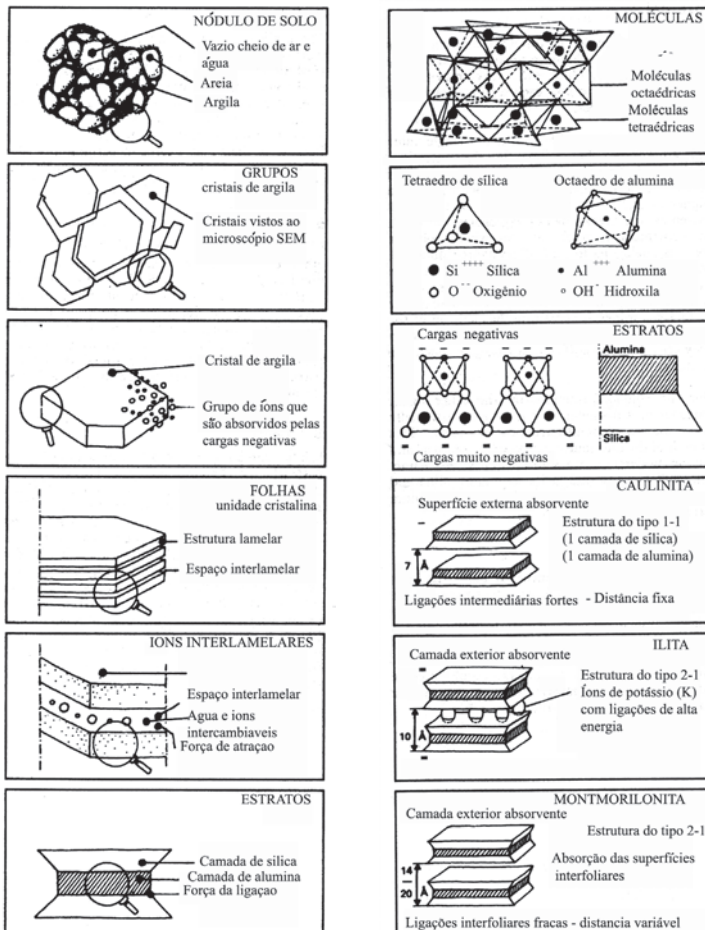

Fig. 4 – Cristais dos argilominerais
2.2.2 - Estrutura cristalina das argilas. [Fig. 4 (a) e (b)].